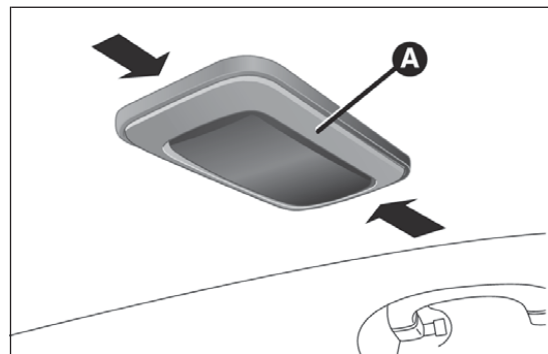

Abb. 195
- Auf den von den Pfeilen angegebenen Punkt einwirken und die Deckenleuchte A Abb. 195 entfernen;
- Die Innenleuchte A Abb. 195 wieder in ihrer korrekten Position einsetzen, indem zuerst die eine Seite eingeführt wird und dann die andere bis zum hörbaren Einrasten eingedrückt wird.